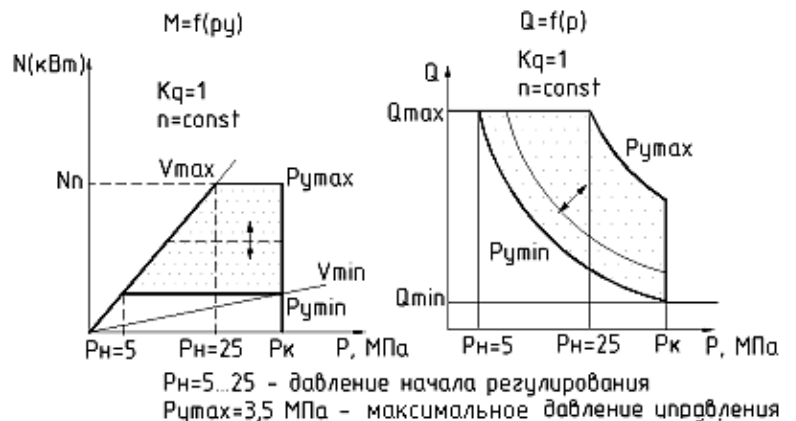

Рисунок 13 – График зависимости крутящего момента M и подачи Q от изменения давления p .
- При отсутствии давления управления $P_y = 0$ (рисунок 13) и наличии давления в регуляторе $P > 3 \text{ МПа}$, насос находится на минимальном рабочем объеме V_{min} , обеспечивая минимальную подачу Q_{min} и потребляемую мощность $N_{n \text{ min}}$.